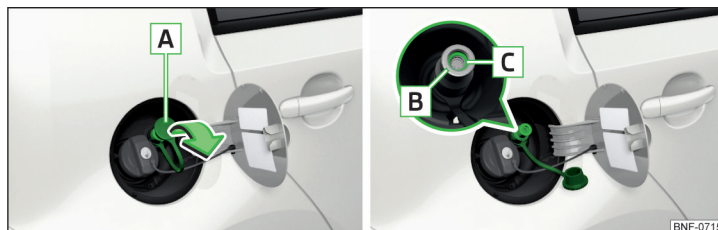

Fig. 134 Naturgaspåfyldningsstuds
- Tag kappen **A** » Fig. 134 af i pilens retning, og sæt tankpistolen fra tankanlægget på påfyldningsstuds **B**.
- Kontroller, at pakringen **C** » Fig. 134 bliver siddende i påfyldningsstuds **B**. Hvis pakringen er rutsjet over på tankpistolen, skal den sættes ind i påfyldningsstuds igen.